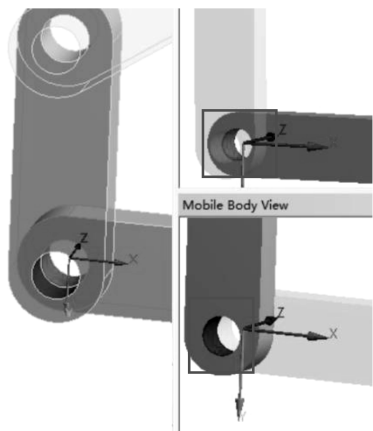

图 5-3 创建 Fixed link 与 Crank 连接
(1) 在导航树里单击【Connections】并展开, 删除【Contacts】, 打开【Body Views】。
(2) 创建 Fixed link 与 Crank 连接: 单击【Connections】, 在连接工具栏中单击【Body-Body】→【Revolute】, 在标准工具栏中单击 , 参考体选择 Fixed link 孔内表面, 运动体选择 Crank 孔内表面, 如图 5-3 所示, 其他默认。